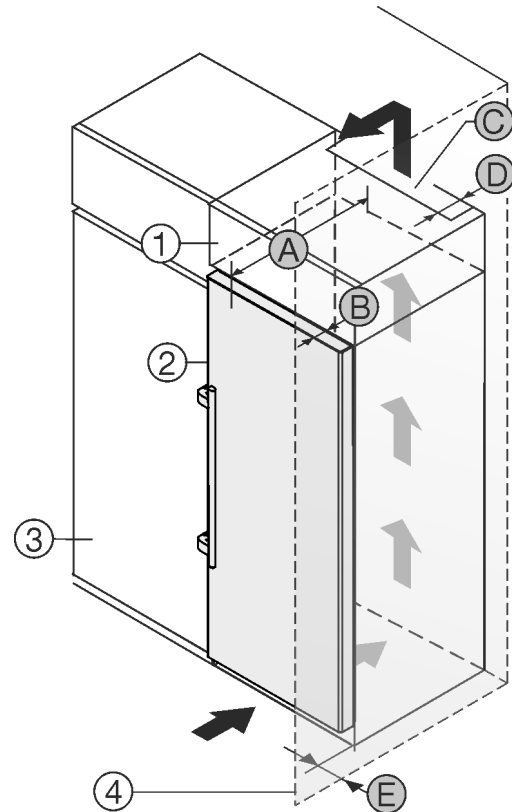

Fig. 2
- (1) Επικαθήμενο ντουλάπι * (B) Βάθος πόρτας *
- (2) Συσκευή * (C) Διατομή αερισμού *
- (3) Ντουλάπι κουζίνας * (D) Απόσταση πίσω πλευράς συσκευής *
- (4) Τοίχος * (E) Απόσταση από το πλάι της συσκευής *
- (A) Βάθος συσκευής *
Μπορείτε να τοποθετήσετε τη συσκευή ακριβώς δίπλα από το ντουλάπι κουζίνας Fig. 2 (3).*
Στην πίσω πλευρά του επικαθήμενου ντουλαπιού πρέπει να υπάρχει ένα κενό εξαγωγής αέρα με βάθος Fig. 2 (D) σε όλο το πλάτος του επικαθήμενου ντουλαπιού.*
Κάτω από την οροφή του δωματίου πρέπει να τηρείται η διατομή εξαερισμού Fig. 2 (C).*
Εάν τοποθετήσετε τη συσκευή με τους μεντεσεδες δίπλα σε κάποιον τοίχο Fig. 2 (4), τότε πρέπει η απόσταση ανάμεσα στη συσκευή και στον τοίχο να ανέρχεται σε τουλάχιστον 57 mm. Αντιστοιχεί στην προεξοχή της χειρολαβής όταν η πόρτα είναι ανοιχτή.*
Για να μπορείτε να ανοίγετε τελείως την πόρτα, πρέπει η συσκευή να προεξέχει κατά το βάθος της πόρτας Fig. 2 (B) από την πρόσοψη του ντουλαπιού κουζίνας. Η συσκευή μπορεί να προεξέχει περισσότερο, ανάλογα με το βάθος των ντουλαπιών κουζίνας Fig. 2 (3) και την χρήση αποστατών τοίχου.*